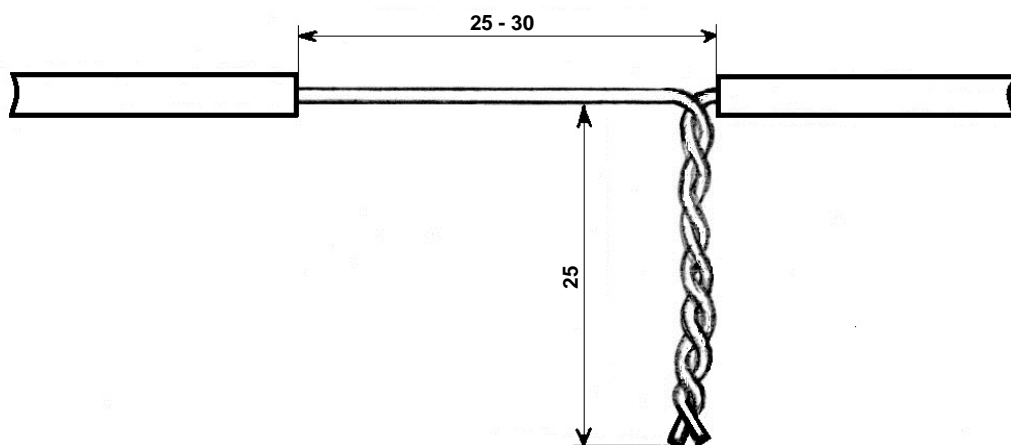
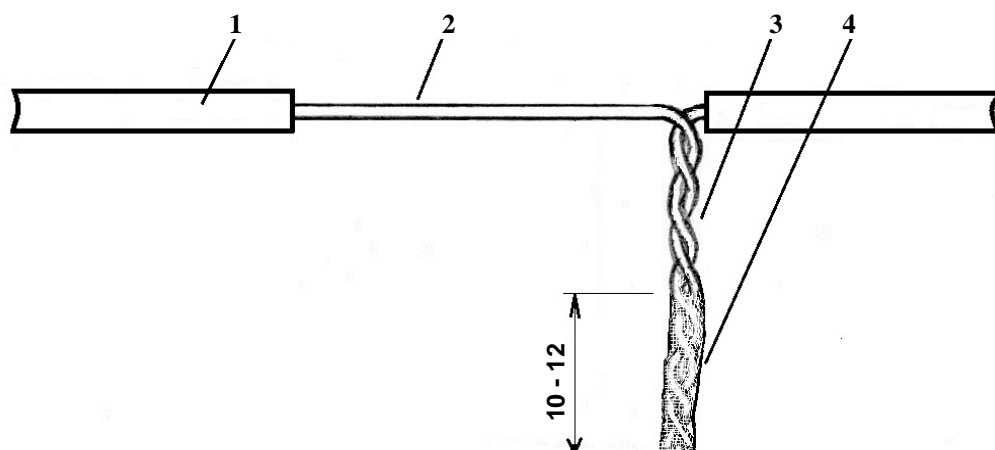

Рис. 4 . Внешний вид участка без изоляции и скрутки жил.
Рис. 5. Пропайка скрутки: 1 – жила в изоляции; 2 – участок жилы без изоляции; 3 – скрутка жил; 4 – пропаянный участок скрутки.
3.6. Определив место скрутки для жил, производят их зачистку. Для уменьшения объёмов сросстка и предохранения гильз при усадке, зачистку жил следует выполнять так, чтобы с одной стороны от скрутки на участке длиной 25 мм изоляция с жилы была удалена (см. рис. 4). К этому участку будет отгибаться скрутка после пропайки.
3.7. Выполняют ручную скрутку жил. Длина скрутки должна быть 20-25 мм (см. рис. 4). Скрутки обрезают кусачками бокорезами и пропаивают в стаканчиковом паяльнике припоем ПОС-40 на длине 10-12 мм (см. рис. 5).